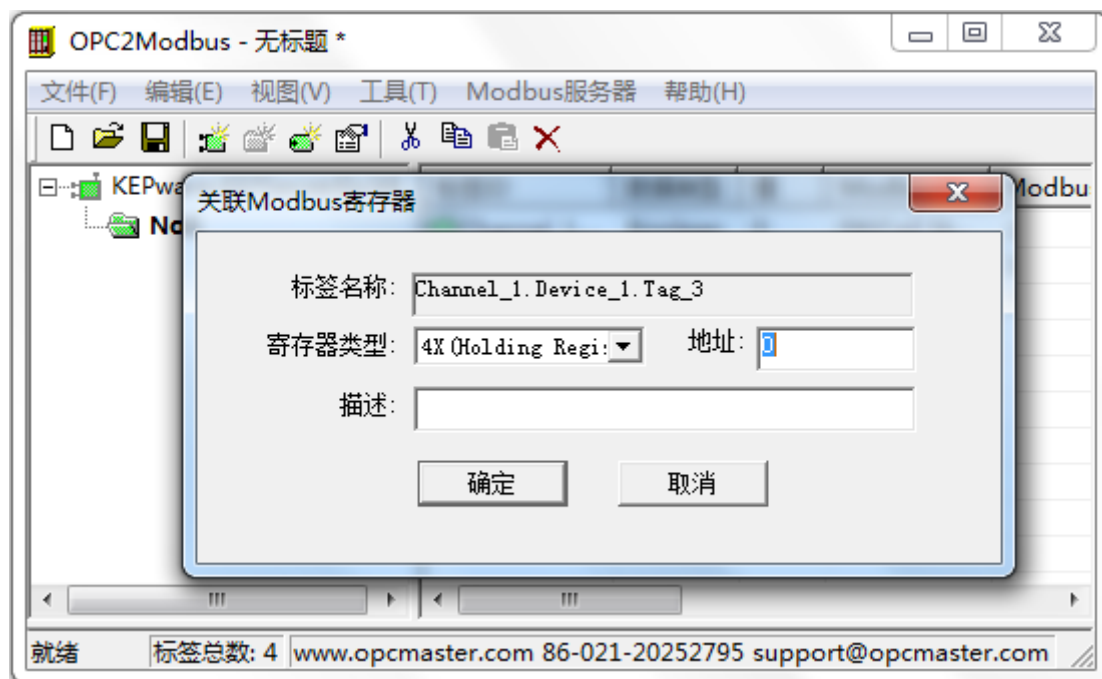

图 3-4-10 取消某个标签的关联
1. 如果想取消某个标签的关联，只需将标签属性框里的“地址”置为0即可，如下图 3-4-10。